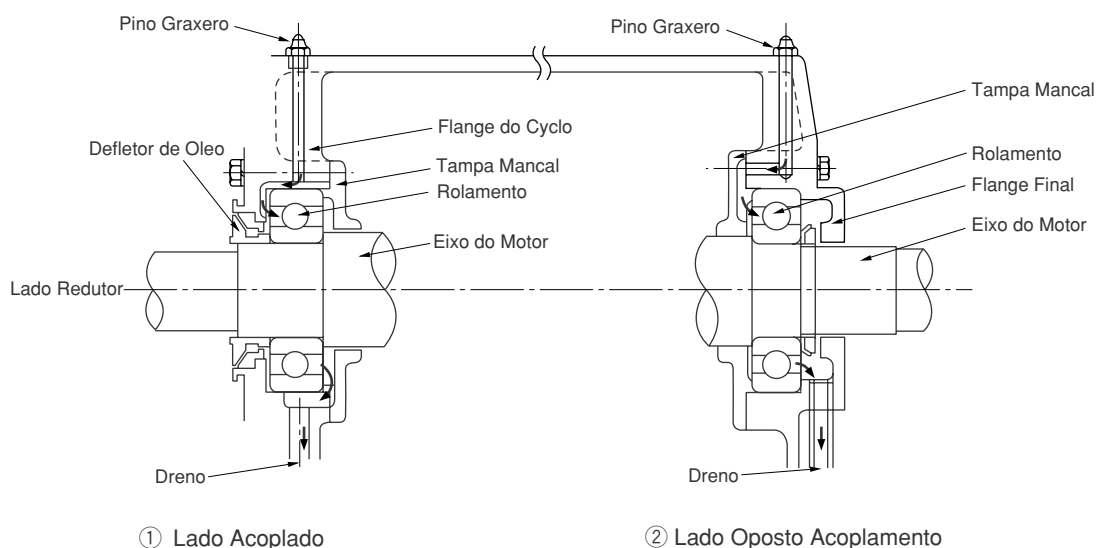

Fig. 20: Desenho de Fabricação de Rolamento Aberto no Motor
(3) Abastecimento e Drenagem de Graxa (Consulte Fig.20 e Fig.40, 41 na pag. 33)
- ① Remova o Bujão do Dreno, drene a graxa velha e aplique graxa nova com o equipamento em funcionamento. (Reposição de graxa com o equipamento parado causa insuficiência de troca de lubrificação.)
- ② Recoloque o bujão do dreno de graxa após 10 minutos de operação.